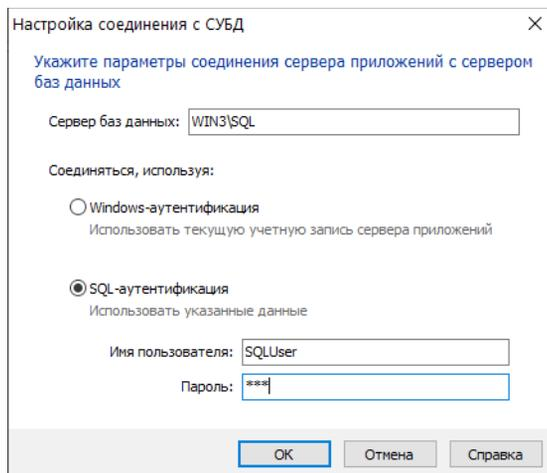

Рис. 4.33
Чтобы добавить параметры соединения сервера приложений с сервером баз данных, нажмите кнопку **Добавить**. Откроется окно **Настройка соединения с СУБД** (рис. 4.33).
2. В открывшемся окне **Настройка соединения с СУБД** внесите необходимые изменения (рис. 4.33). Описание приемов работы содержится в разделе «Добавление параметров соединения с сервером баз данных» на с. 91.